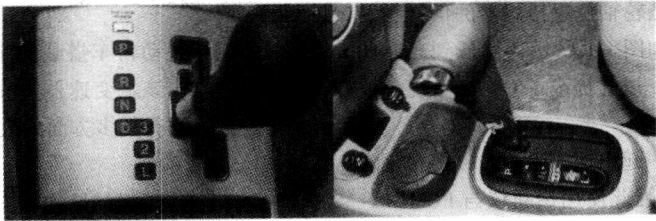

图 1-5 变速杆及 3 档位置
(4) 该款变速器的变速杆设有 OD 开关。“D”位置旁有 1 个“3”的位置，如图 1-5 所示。当变速